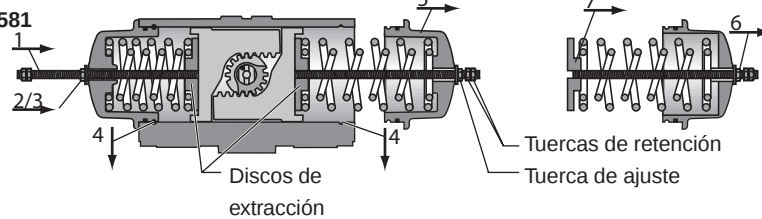

Fig. 5 Desmontaje de casquetes
- 1 Afloje las tuercas de bloqueo (24) y quite ambos topes de avance (22) y las juntas fileteadas (23) o los anillos 'O' (23a).
- 2 Quite el indicador (7) de la parte superior del piñón (19). Para XL26 a XL221 utilice una llave Allen de 4mm. Para tamaños más grandes, se puede retirar el indicador de la parte superior del piñón.
- 3 Extraiga ambos pernos de obturación (28) y las juntas (29) de los casquetes (21).
- Para XL 26 a XL 681, en los pistones (20)
- Para XL 1126 a XL4581, en el disco retractor (20a, véase también la fig. 5), hasta que se detengan (NO APRIETE EN EXCESO) y cerciórese de que las tuercas y arandelas de ajuste no tengan contacto con el casquete.
- 7 Evite que giren las "tuercas de retención" con una llave. Utilice otra llave para atornillar las tuercas de ajuste 180 grados a la vez (véase la fig. 5) en el sentido de las agujas del reloj y en las bielas hasta que den dos giros completos. Con ello, se conducen
- Para XL 26 a XL681, los pistones (20)
- Para XL 1126 a XL4581, el disco retractor (véase también la fig. 5) hasta los casquetes (21) y se comprimen los resortes. La compresión de los resortes libera la fuerza de los mismos y desbloquea la SAFEKEY para su extracción.
11 Para mantener intacto el ensamblaje del paquete de resortes (véase la fig. 5), deje la biela retractora en su sitio. Para el desmontaje del paquete de resortes, destornille la tuerca de ajuste de la biela retractora para liberar la fuerza del resorte, a la vez que evita que la biela gire con una llave en las tuercas de retención.